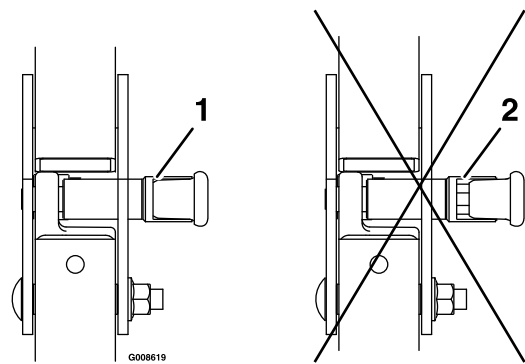

Figure 9
1. Relevez l'arceau de sécurité à la position d'utilisation et tournez les boutons de sorte à les déplacer partiellement dans les rainures (Figure 9).
2. Redressez l'arceau de sécurité en position relevée tout en poussant sur la partie supérieure de sorte que les goupilles s'engagent en position quand les trous sont en face (Figure 9).
3. Appuyez sur l'arceau de sécurité et vérifiez que les deux goupilles sont engagées (Figure 9).